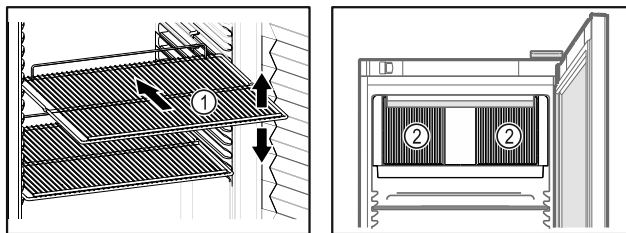

Fig. 61 Ilustrační zobrazení Fig. 62
- Pokud jsou odstavňové rošty Fig. 61 (1) přemístitelné, přizpůsobte je vždy na danou výšku.